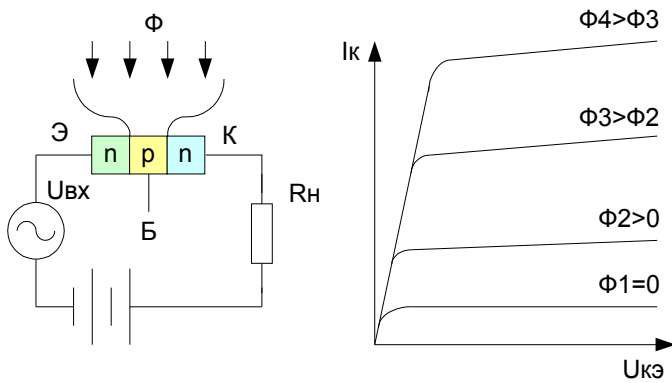

Рис. 93
**3) Фототранзисторы.** Фототранзистором называется фотогоальванический приёмник светового излучения, фоточувствительный элемент которого представляет собой структуру транзистора, обеспечивающую внутреннее усиление (смотрите Рис. 93).